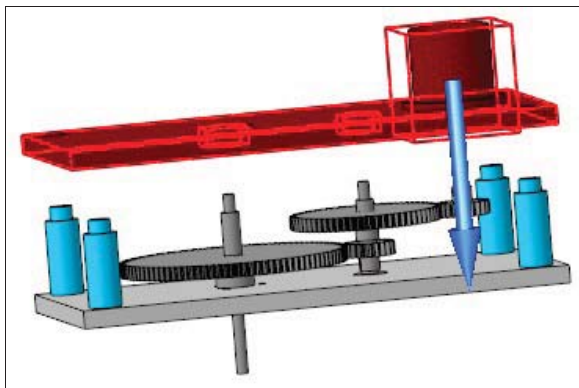

Рис. 26.11. Модель Редуктор в режиме разнесения
- ◆ укажите первый компонент для разнесения в **Дереве** модели или в окне модели. Его название появится в поле **Компоненты**. Система разнесла компоненты на расстояние 30 мм (рис. 26.11);